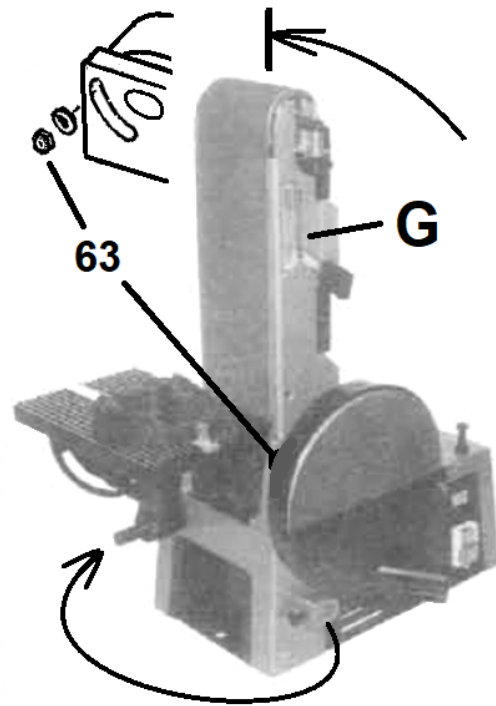

Abbildung 8-1: Bandschleifen im vertikalen Betrieb
1. Die Mutter (63, Abb. 8-1) lösen, den Schleifarm (G) in die vertikale Stellung bringen. Den Schleiftisch anbauen. Einen 90° Winkel zwischen Schleiftisch und Schleifarm einstellen. Den Schleifarm durch das Festziehen der Mutter (63) wieder festsetzen.